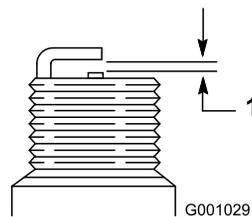

Рисунок 37
- На новой свече установите зазор между электродами 0,76 мм, как показано на Рисунок 37.